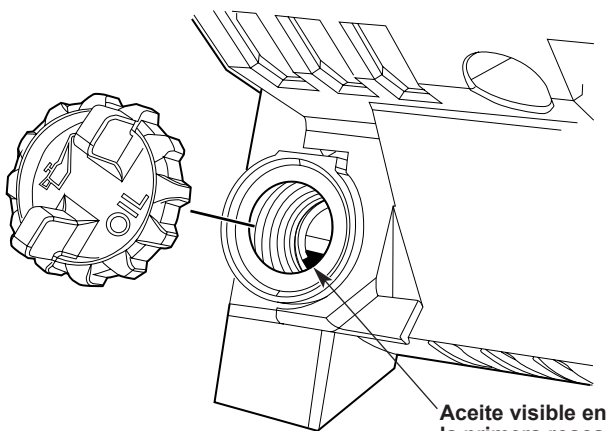

Fig. 20
3. Destornille el tapón de llenado del aceite. El nivel de aceite debe ser visible en la primera rosca del reservorio de aceite (Fig. 20). Si el nivel de aceite está demasiado bajo, añada aceite. Consulte Adición del aceite.
1. Limpie el área alrededor del tapón de llenado de aceite (Fig. 20) para evitar que los desechos ingresen al orificio de llenado del aceite.
3. Añada aceite al orificio de llenado del aceite hasta que el nivel de aceite sea visible en la primera rosca del reservorio (Fig. 20).